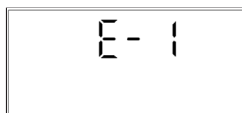

Abb. 6: Alarmanzeige bei einem Sensorfehler
A. Auf dem Display wird E-1 angezeigt, wenn der Sensor einen Kurzschluss aufweist oder nicht richtig angeschlossen ist. Der Piepton ertönt 10 Mal für jeweils 1 Sekunde (siehe Abbildung 6). Durch Drücken der Taste  kehren Sie zu diesem Zeitpunkt in den Standby-Modus zurück.